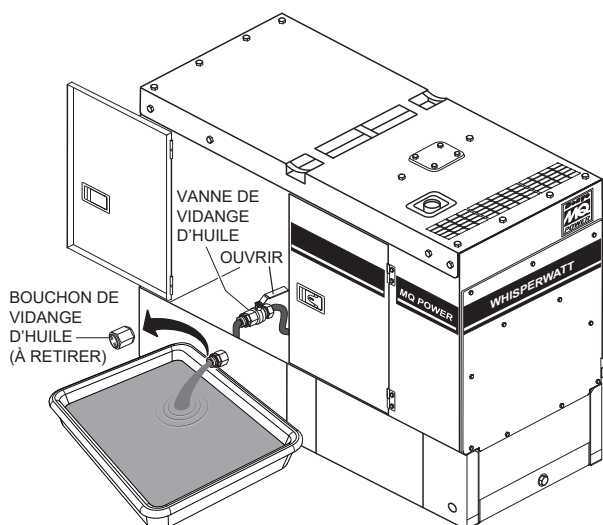

Figure 69. Vidange de l'huile moteur
4. Retirez le **bouchon de vidange d'huile** (Figure 69).
5. Placez la **vanne de vidange d'huile** en position ouverte (Figure 69) et laissez l'huile s'écouler dans un récipient approprié.